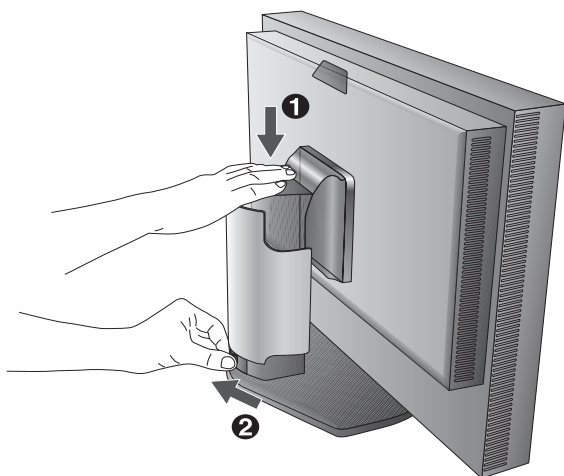

Abbildung B.1
3. Die Höheneinstellung ist durch eine Taste gesperrt. Legen Sie Ihre Hand auf die Oberseite des Monitors und drücken Sie den Bildschirm in die niedrigste Position. Entriegeln Sie die Sperrtaste (**Abbildung B.1**).